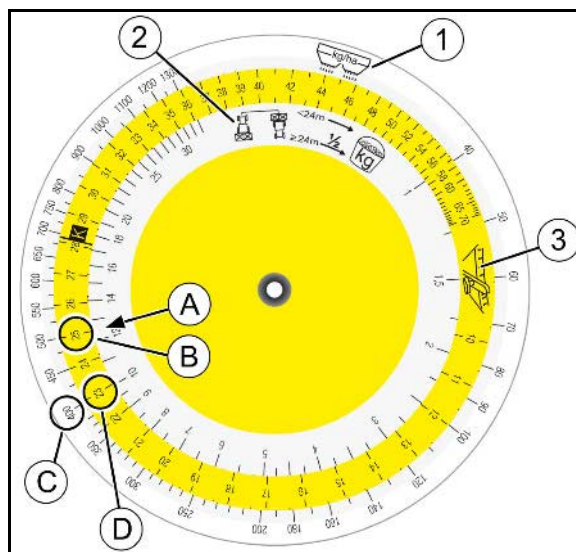

Рис. 63
На шкале (Рис. 63/2) найдите для собранного количества [кг] числовое значение (A) и совместите его с выбранным положением заслонки (B) на цветной шкале (Рис. 63/3).
3. Найдите желаемую норму внесения (C) и узнайте требуемое положение заслонки (позиция) (D) ablesen.